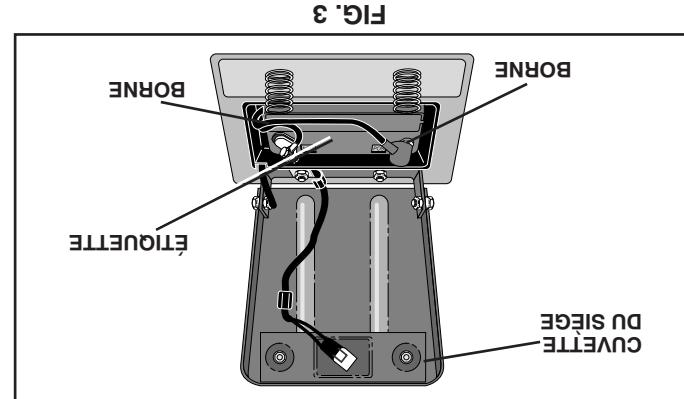

FIG. 3
- VERFIER LA BATTERIE (Voir la Fig. 3)**